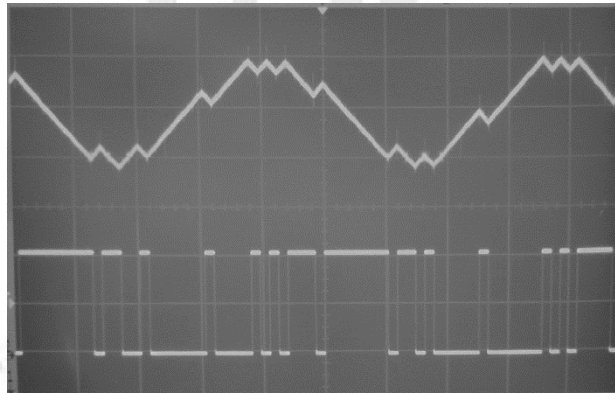

Figura 6.4 Comparación entre TP6 y TP7.
8. Analizar en el osciloscopio la salida del integrador (TP6) con la salida del modulador delta (TP7), compararla con la figura 6.4 y tomar nota de lo ocurrido en la hoja de observaciones y resultados.